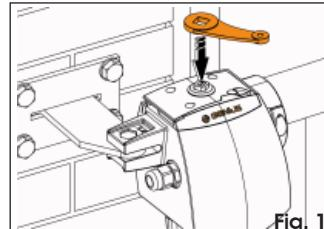

Fig. 1
2. Introduzca la llave de maniobra en la específica sede situada en la parte superior del operador (Fig. 1).